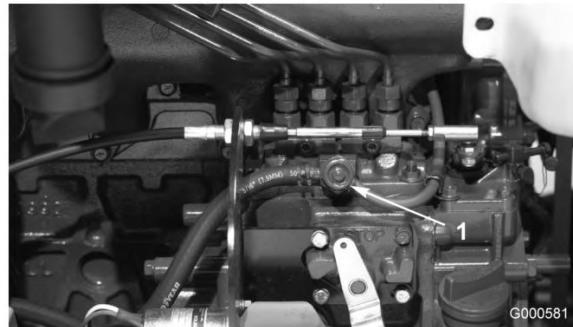

Figura 40
3. Desaperte o parafuso de purga que se encontra na bomba de injecção de combustível (Figura 40).